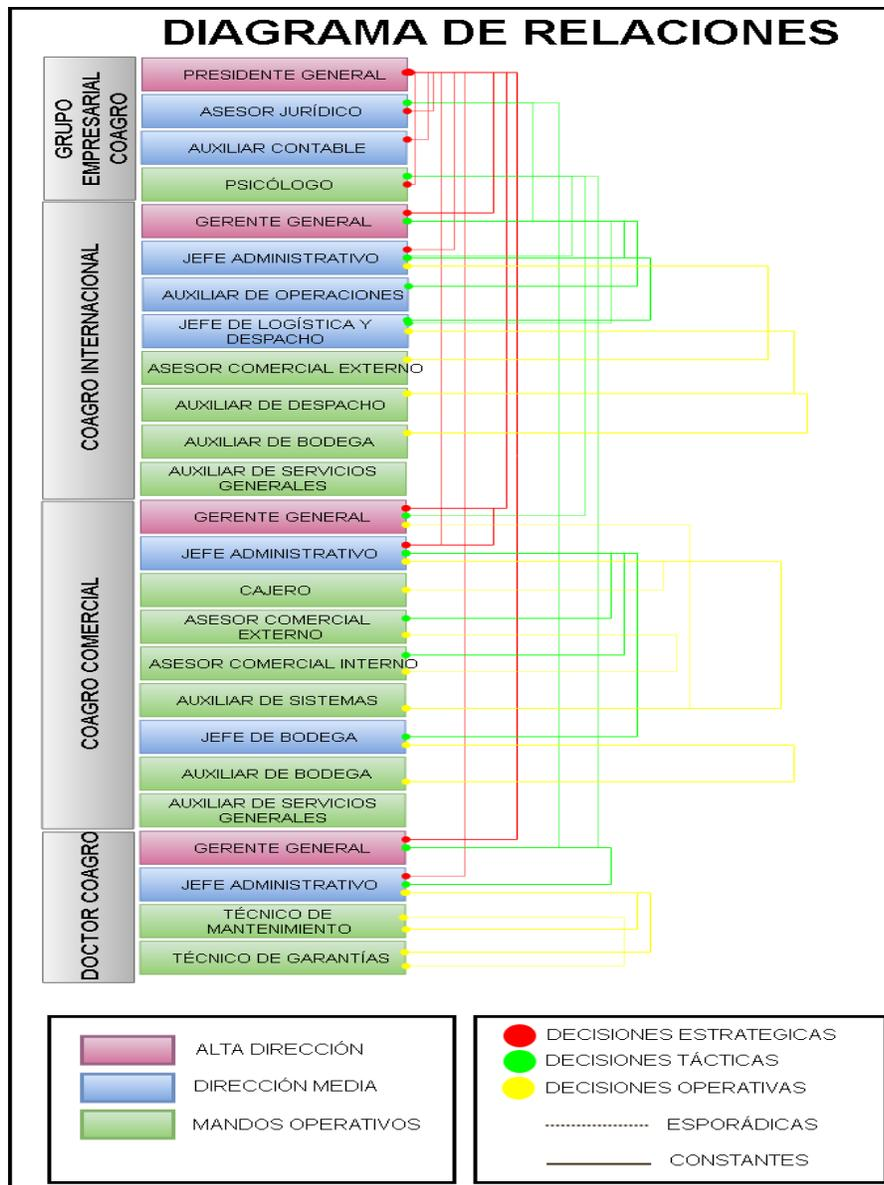

Figura 8. Diagrama de relaciones del grupo empresarial Coagro
Actualmente, como se puede observar en la Figura 8 el grupo empresarial Coagro está constituido por tres (3) unidades empresariales: Internacional, Comercial y Dr Coagro. Cada una de ellas cuenta con cargos de alta dirección, de dirección media y cargos operativos. Teniendo en cuenta los dos cargos propuestos con anterioridad, se puede observar la existencia de cargos, que transfieren sus funciones a todo el grupo en general, siendo la base de apoyo del grupo empresarial en general; su distribución está dada de la siguiente manera: un (1) cargo de alta dirección (Gerente Comercial), dos (2) de dirección media (Asesor Jurídico y Auxiliar Contable) y un (1) cargo operativo Psicólogo. Además, pudo determinarse que Dr Coagro comparte la alta dirección con Coagro Comercial aun cuando los cargos operativos son diferentes.
En este contexto, el diagrama de relaciones elaborado en la Figura 8, permitió realizar un análisis transversal considerando los vínculos existentes entre los cargos de cada unidad empresarial, el grado de jerarquía que tiene cada cargo dentro de la organización y la participación en la toma de decisiones de cada uno de los cargos. Dando como resultado, que el grupo empresarial tiene tres (3) cargos de alta dirección que realizan la toma de decisiones estratégicas; ocho (8) cargos de nivel de mando medio, que realizan la toma de decisiones tácticas; y finalmente diez (10) cargos operativos, que proporcionan la mano de obra y habilidad para la realización de los trabajos.